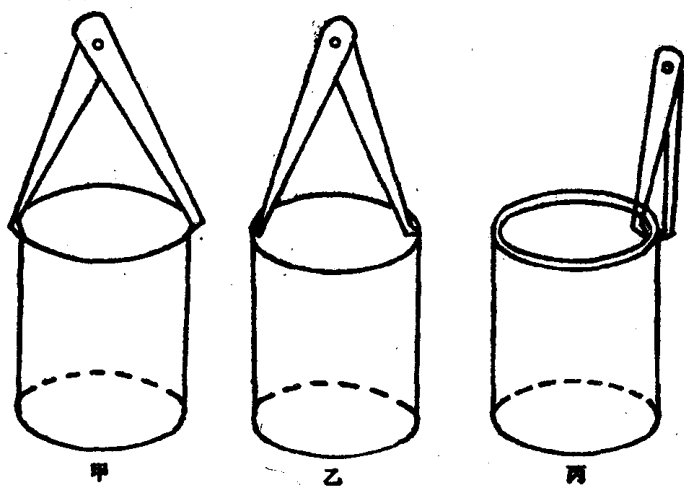

图 4
(1) 测量容器的外径：如图 4 甲。
(2) 测量容器的内径：如图 4 乙。
(3) 测量容器的厚度：如图 4 丙。